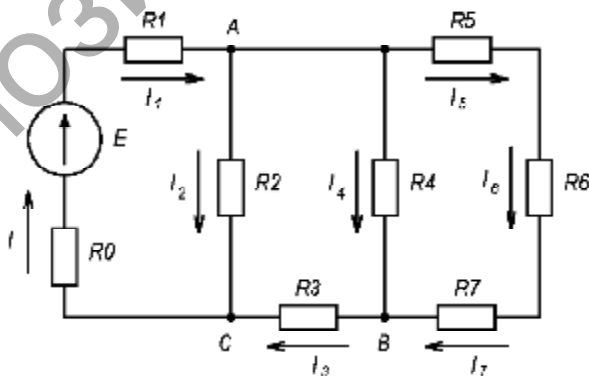

Рисунок 1.15
**Пример 1.** Для цепи (рис. 1.15) заданы:  $E = 100$  В;  $R_0 = 0,5$  Ом;  $R_1 = 1$  Ом;  $R_2 = 2$  Ом;  $R_3 = 3$  Ом;  $R_4 = 4$  Ом;  $R_5 = 5$  Ом;  $R_6 = 6$  Ом;  $R_7 = 7$  Ом. Определить токи всех ветвей, напряжения на всех элементах цепи. Проверить правильность решения задачи по уравнению баланса мощности. Построить потенциальную диаграмму контура  $ABC$ .